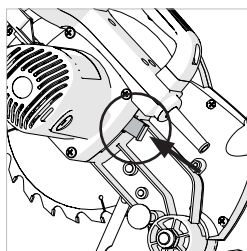

Рис. 26
- Нажмите на черную стопорную кнопку, чтобы заблокировать шпиндель (**рис. 26**).